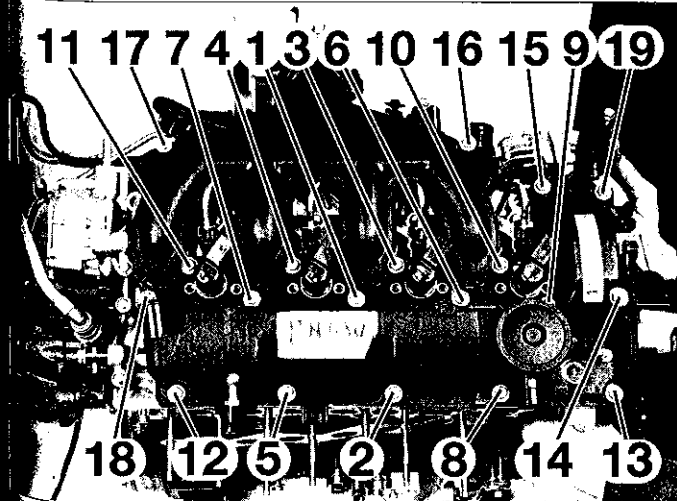

FIG.47
- le collecteur d'admission avec des joints neufs et les serrer dans l'ordre et au couple prescrit (Fig.47).